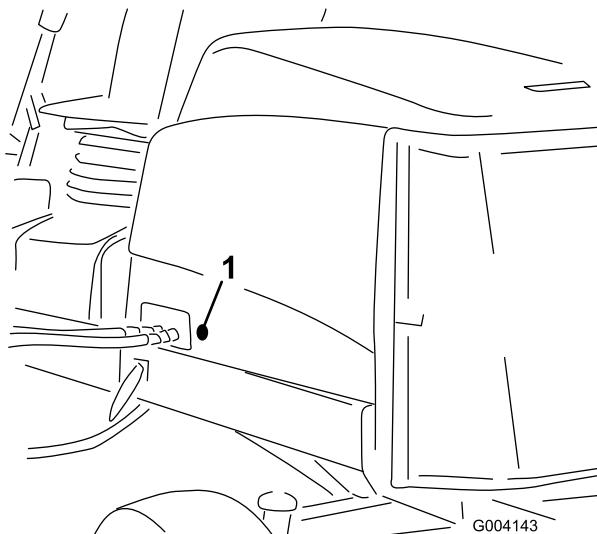

**Figure 15**
Le ressort de compensation (Figure 15) transfère aussi le poids du rouleau avant au rouleau arrière. (Cela évite la formation d'ondulations à la surface de la pelouse.)
1. Vérifiez que la goupille fendue est insérée dans le trou de la tige de ressort (Figure 15).
2. Serrez les écrous hexagonaux sur l'extrémité avant de la tige de ressort jusqu'à ce que la longueur du ressort comprimé soit égale à 12,7 cm sur la Reelmaster 5410 à plateaux de coupe de 12,7 cm ou à 16 cm sur la Reelmaster 5510 et 5610 à plateaux de coupe de 17,8 cm (Figure 15).